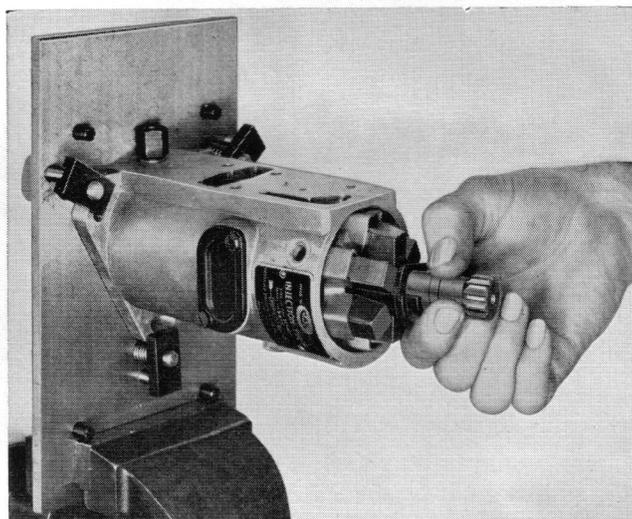

Fig. 29 Démontage de l'ensemble des masselottes et de l'arbre d'entraînement cannelé
27. Sortir l'arbre d'entraînement cannelé complet avec l'ensemble des masselottes (Fig. 29).